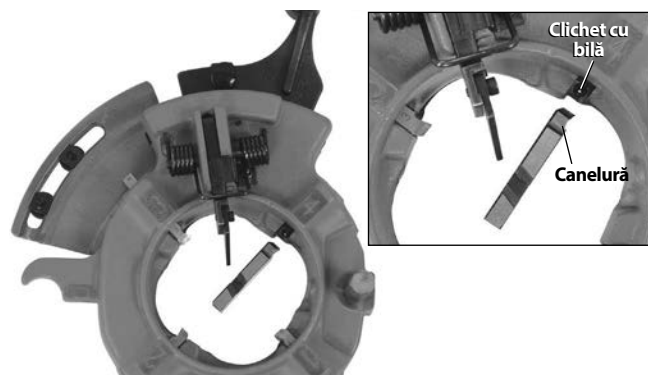

Figura 16 – Inserare cuțite-filieră
3. Îndepărtați cuțitele-filieră de pe capul-filieră. Inserați cuțitele-filieră corespunzătoare în capul-filieră, marginea cu numărul în sus. Numerele de pe cuțitele-filieră trebuie să corespundă cu cele de pe fantele capului-filieră (vezi Figura 16). Fantele cuțitului-filieră au un clichet cu bilă care se cuplează în canal pe cuțitele filieră când sunt inserate corespunzător. Întotdeauna schimbați cuțitele-filieră ca seturi – nu amestecați cuțitele-filieră din diferite seturi.